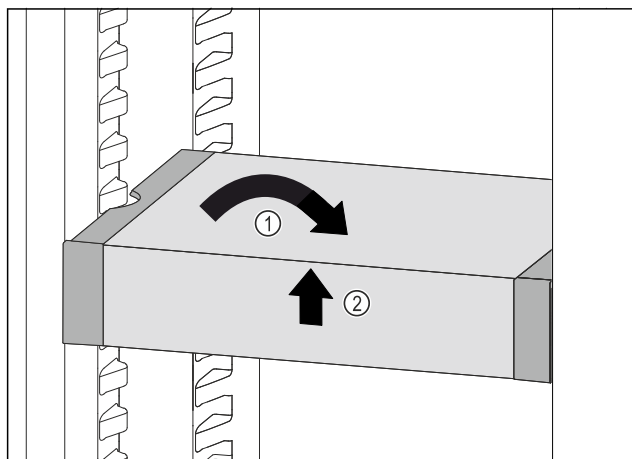

Fig. 111
- VarioSafe postavte rovně. Fig. 111 (1)
- VarioSafe vpředu zvedněte. Fig. 111 (2)